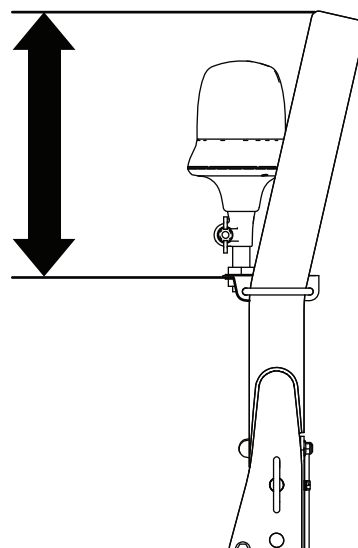

Figura 5
3. Posicione a montagem do sinal luminoso de forma a que fique a 37 cm da parte superior do ROPS e aperte as porcas da cavilha em U (Figura 5).